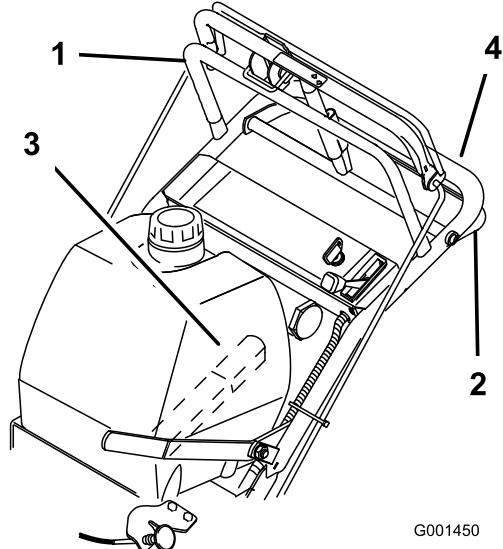
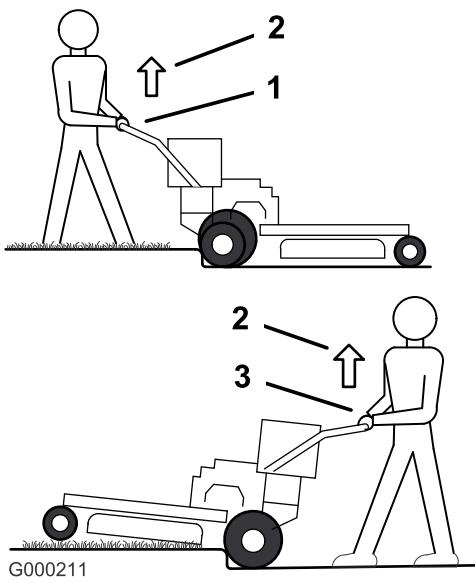
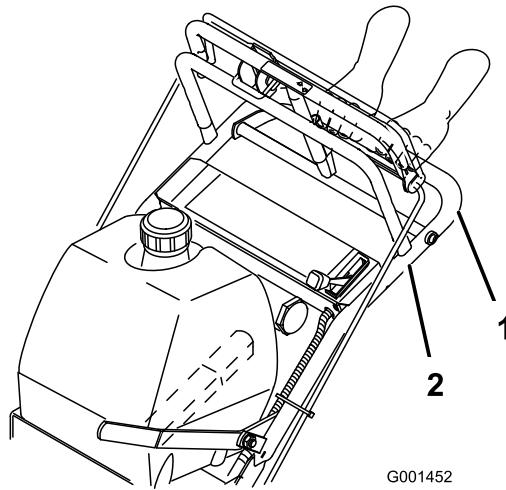

Figure 10
Figure 11
Figure 12
1. Pour vous déplacer en marche avant, sélectionnez une vitesse en marche avant (Figure 10).
3. Appuyez lentement sur la barre de commande supérieure pour avancer (Figure 10).
Pour vous déplacer en ligne droite, appliquez une pression égale aux deux extrémités de la barre de commande supérieure (Figure 10).
Pour tourner, relâchez la pression sur le côté de la barre de commande supérieure dans la direction que vous voulez prendre (Figure 10)
3. Conduisez la machine jusqu'à ce que les roues pivotantes touchent la bordure (Figure 11).
4. Appuyez sur le guidon pour soulever l'avant de la machine (Figure 11).
5. Conduisez la machine jusqu'à ce que les roues motrices touchent la bordure (Figure 11).
6. Abaissez l'avant de la machine (Figure 11).
7. Engagez la barre de commande inférieure et soulevez la partie inférieure du guidon simultanément pour monter sur la bordure (Figure 10 et Figure 11).
3. Rapprochez lentement la barre de commande inférieure de la partie inférieure du guidon pour vous déplacer en marche arrière (Figure 10).
3. Conduisez la machine jusqu'à ce que les roues motrices touchent la bordure (Figure 11).
4. Engagez la barre de commande inférieure et soulevez la partie inférieure du guidon simultanément (Figure 10 et Figure 12).